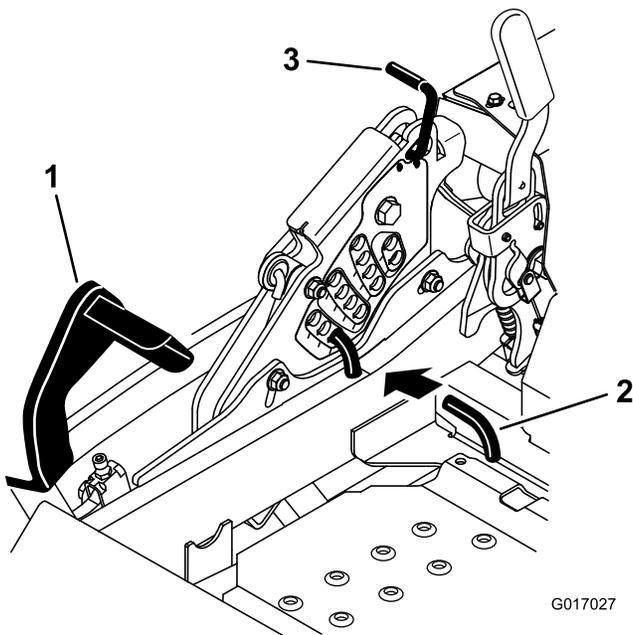

Figure 89
5. Enfoncez complètement la pédale de relevage du plateau de coupe pour verrouiller le plateau à la position de transport de 14 cm (Figure 89).